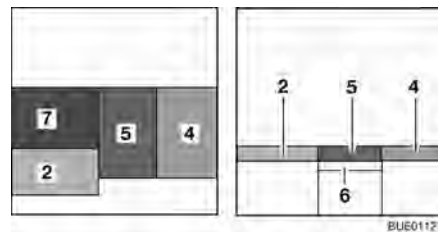

Bild 113 Efter ombyggnaden
- Drag ut sänglådornas förlängning (Bild 113,6).
- Lägg sittdynan (Bild 113,5) i mitten.
- Lägg ryggdynan (Bild 113,4) mellan sittdynan och väggen.